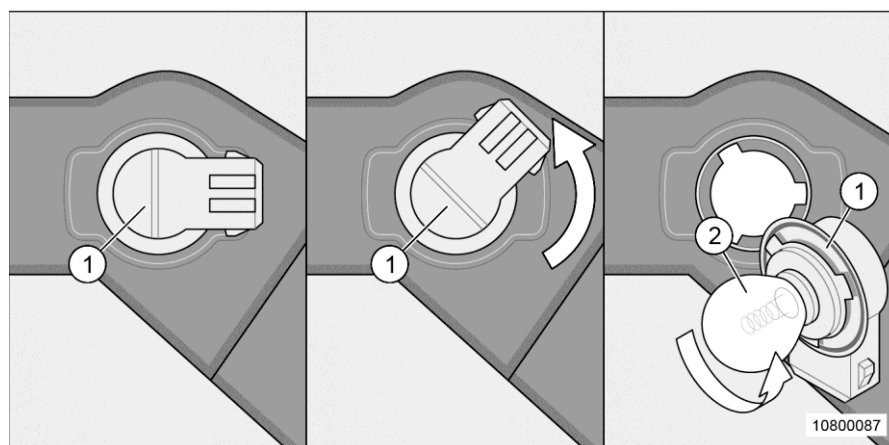

Fig. 199 Remplacer l'ampoule du clignotant
Si, en remplaçant l'ampoule au niveau de l'éclairage avant (Fig. 199), on travaille avec un outil non approprié ou si le câble est trop sollicité, il y a risque de détérioration.
1. Tourner le culot (Fig. 199/1) dans le sens anti-horaire jusqu'en butée.
2. Retirer prudemment le culot (Fig. 199/1) en veillant à le tenir bien droit.
3. Pousser l'ampoule défectueuse (Fig. 199/2) dans le culot, la tourner dans le sens anti-horaire (fermeture à baïonnette) et la retirer.
4. Insérer la nouvelle ampoule (Fig. 199/2) dans le culot, l'enfoncer et la tourner dans le sens horaire.